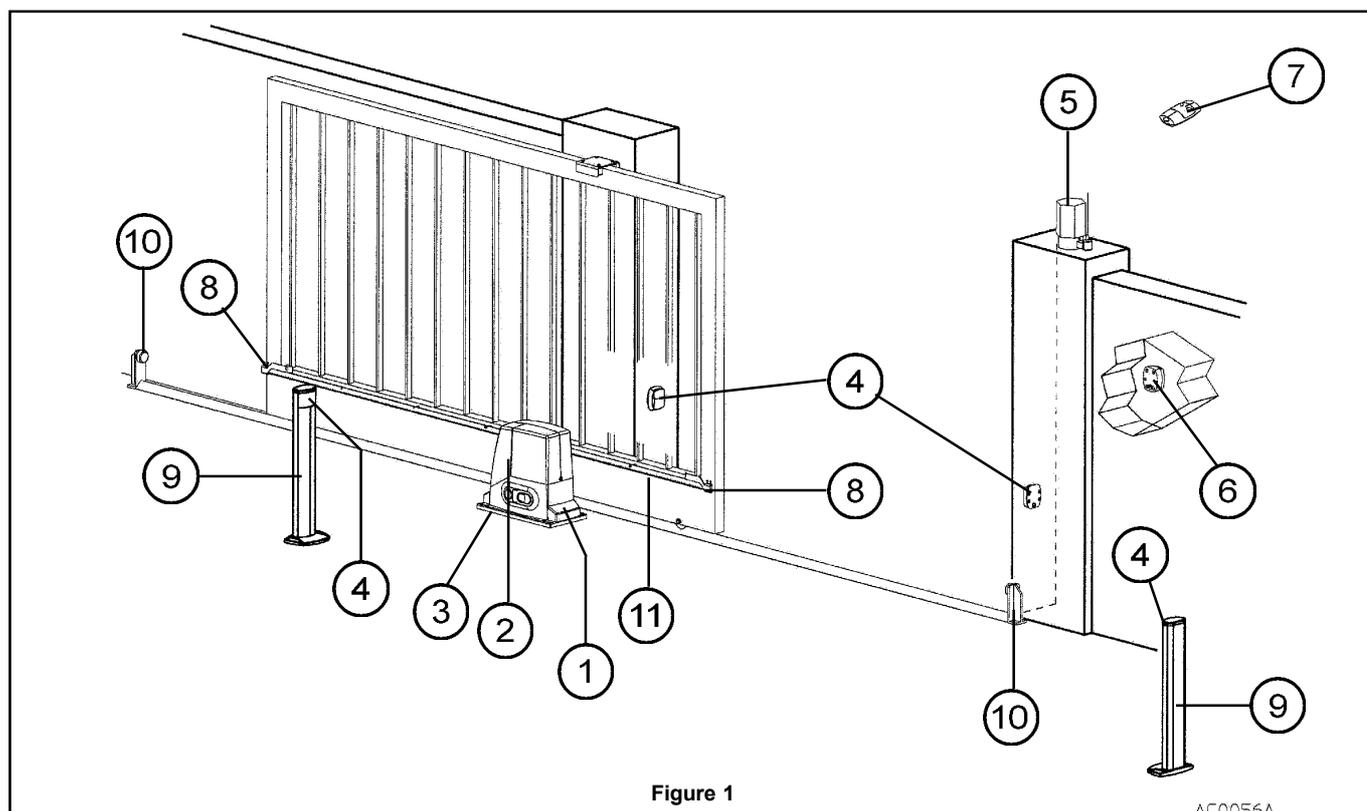

Figure 1
**Tab. 1: Composants et dispositifs du système automatisé - fig. 1**